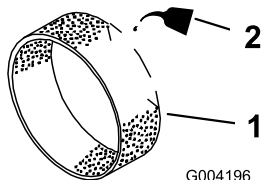

図 145
3. 乾いたら新しいエンジンオイルを 3-60 ml 含ませる 図 145。